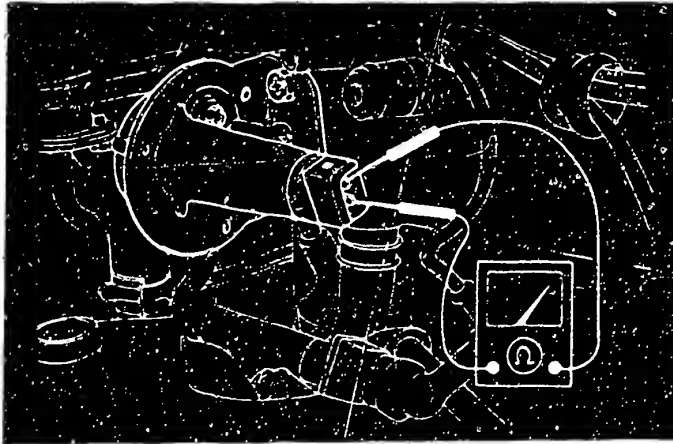

Bild 28 Stromdurchgangsprüfung am Luftregler. Es muss Durchgang vorhanden sein.
k) Der **Luftregler** ist mit dem Ohmmeter auf Durchgang zu prüfen (Bild 28).